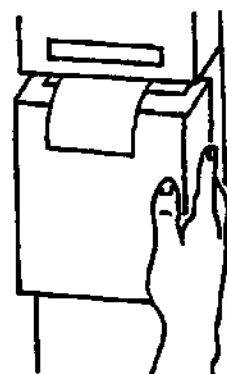

Рис. 5-13: Открытие выдвижной панели принтера.
1. Откройте выдвижную панель принтера на панели управления (Рис. 5-13).